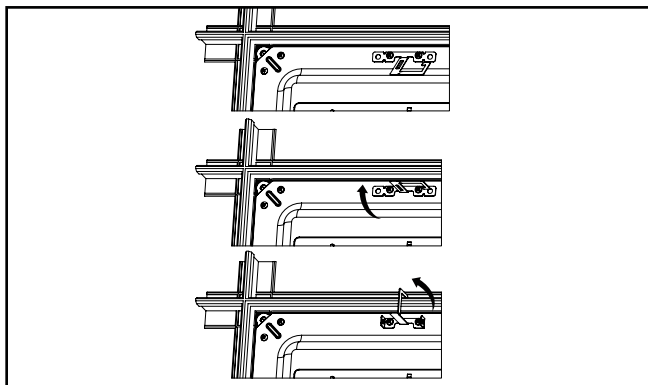

Imagen 4.
1. Se proporcionan clips para lograr una unión mayor al sistema de techo. Guíe las 4 lengüetas en la parte posterior del aplique por encima de la red T al doblarlas hacia arriba 90 grados en dirección perpendicular a la parte posterior. Luego, doble las lengüetas 90 grados hacia el marco de la red T (Imagen 4).